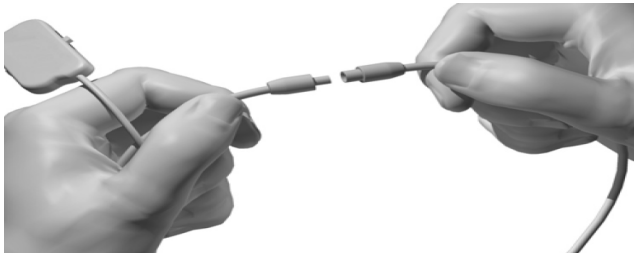

Figura 7: Cabos cirúrgicos 1 x 8 e Extensão
1. Fixe a Extensão do cabo cirúrgico para sala de operação no respectivo cabo (Figura 7).